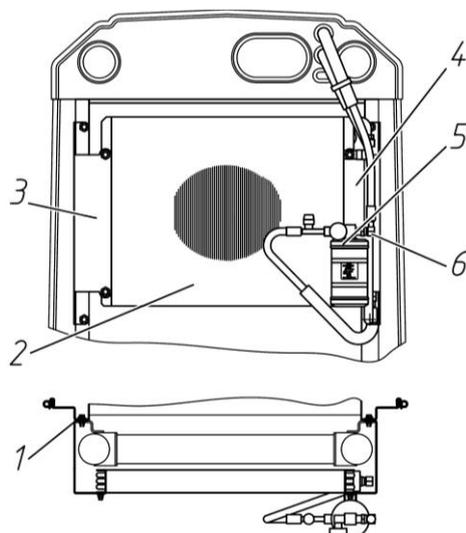

Рис.7.8– Поднятие конденсатора кондиционера
- отвернуть четыре болта 1 (рисунок 7.8);